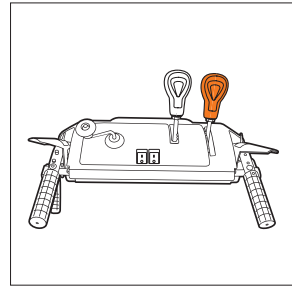

Рис. 29
- Установите рычаг выбора передач на панели управления во вторую заднюю скорость (Рис. 29).